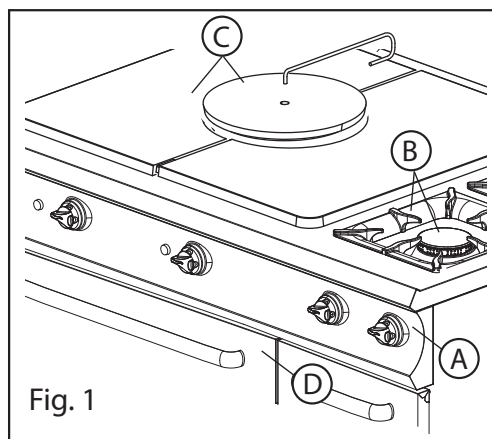

Fig. 1
1. Démontez le tableau de commande et les poignées (Fig. 1/A)
2. **Cuisine:** ôter les grilles et la calotte de brûleur (Fig. 1/B)
Plaque coup de feu 980: ôter le disque central à l'aide du fer de manœuvre prévu à cet effet et les plaques latérales (Fig. 1/C).
Four: ouvrir la porte (Fig. 1/D).